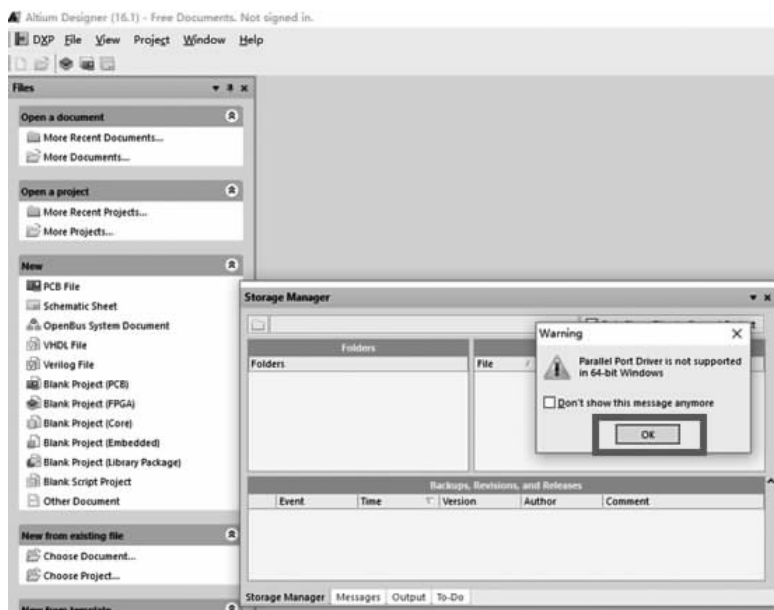

图 1-9 Altium Designer 16 启动警告
(1)在 Altium Designer 16 安装目录中双击 DXP. EXE,运行软件,忽略如图 1-9 所示的警告对话框(Parallel Port Driver is not supported in 64-bit Windows,64 位窗口不支持并行端口驱动程序),选中“Don't show this message anymore”(不再显示此信息)复选框,单击“OK”按钮。